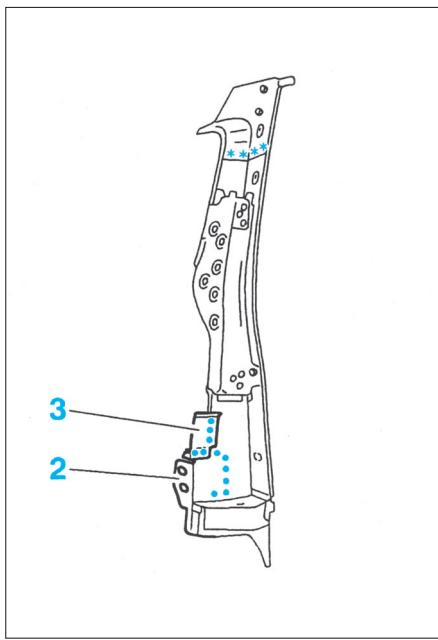

FIG. 154
- Découper par fraiseage des points (Fig.154).